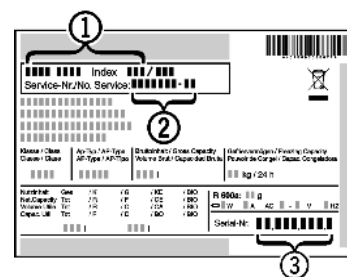

Fig. 33
- ▶ Označení přístroje *Fig. 33 (1)*, servisní číslo *Fig. 33 (2)* a sériové číslo *Fig. 33 (3)* naleznete na typovém štítku. Identifikační typový štítek je umístěn na levé vnitřní stěně přístroje.